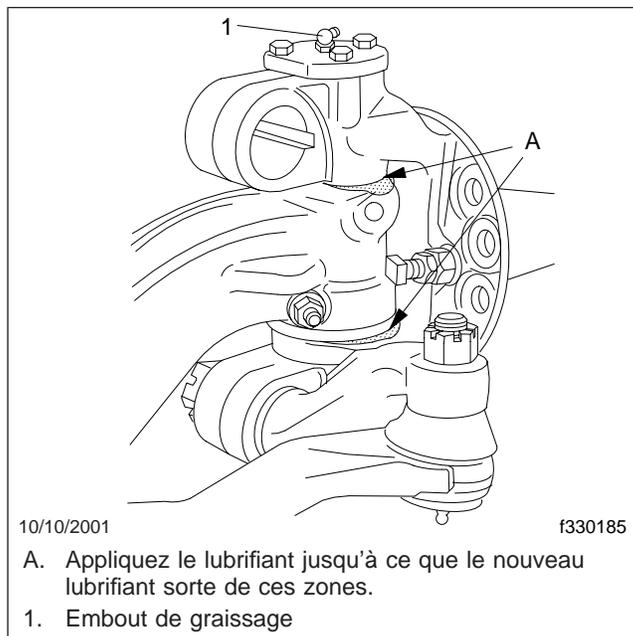

Fig. 1, Lubrification du pivot d'attelage scellé Easy Steer
4. À l'aide d'une graisse à usages multiples, NLGI de classe 1 ou 2, lubrifiez les pivots d'attelage par les embouts de graissage situés sur les parties supérieure et inférieure de la fusée. Voir la **figure 1**.